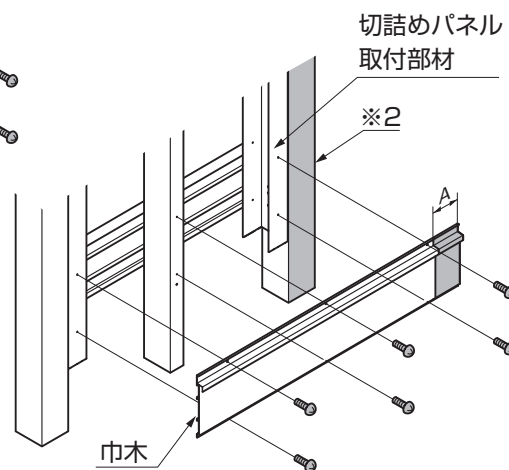

図6-4 スクリーン、門扉取付面の加工
- ※2の面にスクリーン、門扉を取付ける場合、巾木の切断加工が必要になります。(図6-4、表6-1参照)